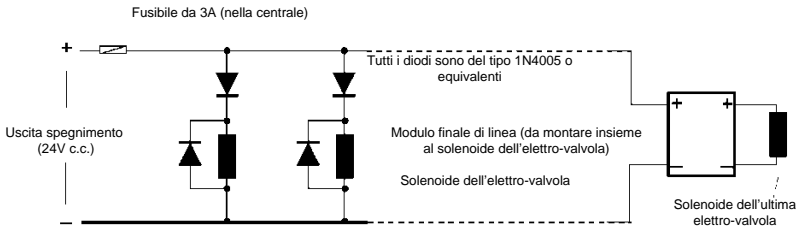

Fig. 12 Linea comune con diverse elettro-valvole
- In questo stesso modulo montato vicino all'ultima elettro-valvola e 2 diodi di tipo 1N4005 per ogni elettro-valvola intermedia, quando se ne impiegano diverse, per l'attivazione simultanea di tutte loro tramite una linea comune. Il diodo montato in parallelo ad ogni "solenioide", evita il verificarsi di "guasti" (fig. 12).